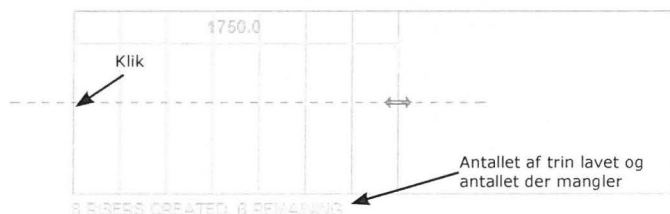

Fig. 10.07. Klik og træk musen, så vises hvor mange trin der er udformet, alt efter hvor lang du trækker musen.
- Klik et sted på skærmen uden for huset (Fig. 10.07).